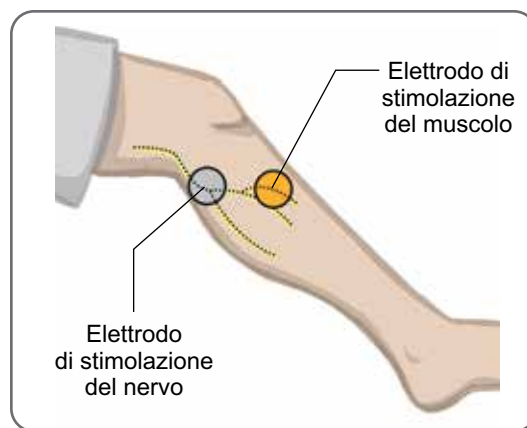

Figura 8-3. Posizionamento degli elettrodi sull'arto
7. Collocare un elettrodo (l'elettrodo di stimolazione del nervo) sul nervo peroneo comune, in posizione distale e leggermente posteriore rispetto alla testa del perone (Figura 8-3).